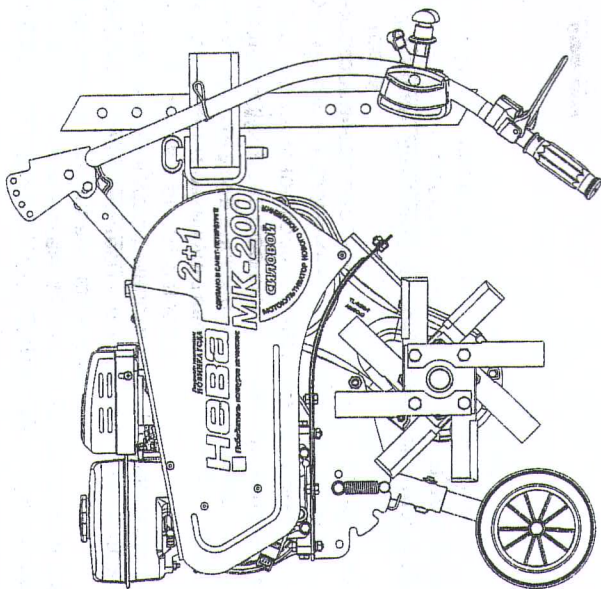

Рис. 4 Парковочное положение
- Опустить руль в парковочное положение (рис.4.)
Руль (Рулевая колонка) – предназначен для управления МК, имеет регулировку по высоте и углу поворота, а так же используется для установки МК в парковочное положение (рис.4)